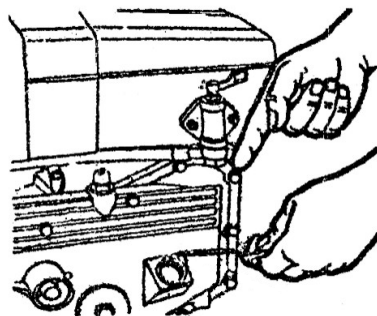

рис.1
2. Проверьте масляным щупом уровень масла. Уровень масла должен находиться между верхней и нижней отметкой щупа (рис. 1). Уровень масла выше верхней отметки приведет к перегреву масла и даже к выходу двигателя из-под контроля. Уровень масла ниже нижней отметки приведет к плавлению корпусов подшипников. После проверки уровня масла затяните крышку масляного фильтра.